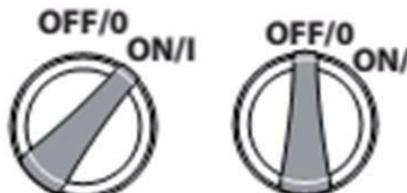

Fig. 3
5. Zet de hoofdschakelaar in de stand "I" (Fig. 3).
2. Zet de schakelaar in de stand "O" (Fig. 3).
2. Schakel de hoofdschakelaar uit (positie "O", Fig. 3).